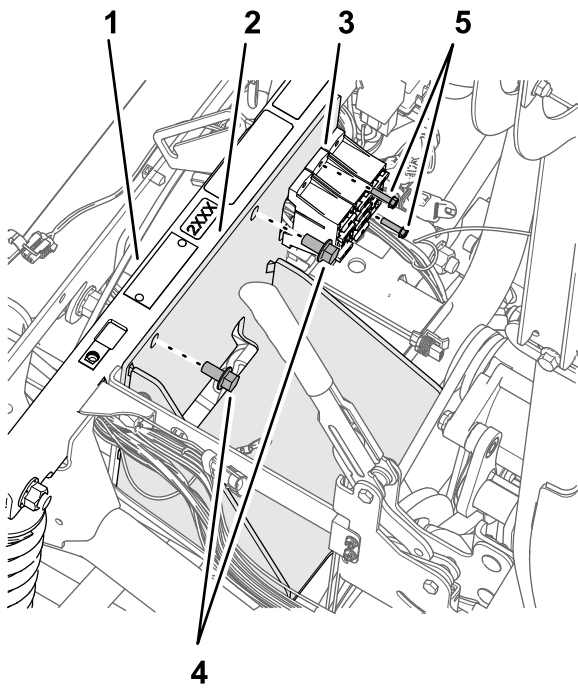

Figure 174
2. Fixez le support de batterie au tube de support amortisseur (Figure 174) à l'aide des 2 boulons à embase (3/8 x 3/4") que vous avez conservés à l'opération 4 de Dépose de la batterie (300 A) et de son support (page 78).
4. Fixez les porte-fusibles au support de batterie (Figure 174) avec le boulon (10-24 x 3/4") et les écrous (10-24) que vous avez retirés à l'opération 3 de Dépose de la batterie \(300 A\) et de son support \(page 78\).